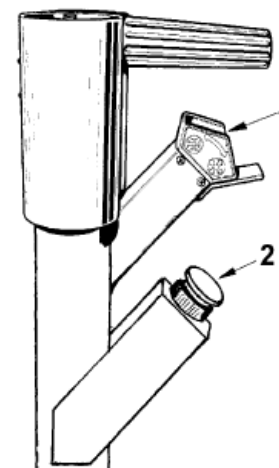

Рис.14
**9.** Нажмите кнопку аварийного выключения (#2 Рис.14): это деактивирует все переключатели. Поверните аварийный тумблер против ч.с. и нажмите кнопку перезагрузки расположенную на электрическом шкафу для восстановления нормального режима работы.